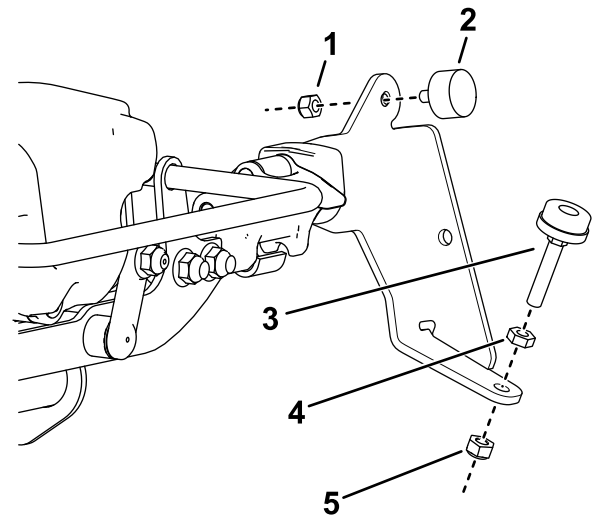

Figura 5
3. Inserite un gommino di arresto su entrambe le staffe della spazzola con un dado di bloccaggio (1/4") come mostrato nella Figura 5.
4. Inserite una vite di regolazione del livello su entrambe le staffe della spazzola come mostrato nella Figura 5.